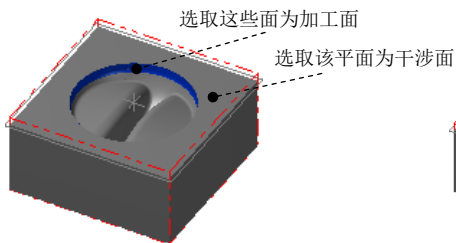

图 4.21 设置加工区域
Step2. 设置加工区域。在图形区中选取图 4.21 所示的曲面(共 4 个), 然后按 Enter 键, 系统弹出“刀具路径的曲面选取”对话框。单击 **检测** 区域中的 按钮, 选取图 4.21 所示的面为干涉面, 然后按 Enter 键。